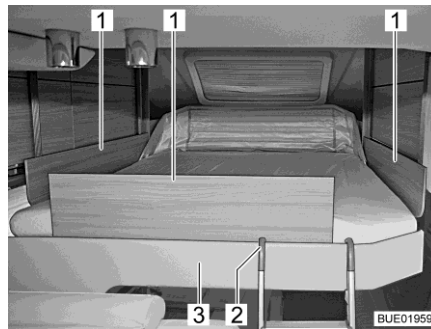

Fig. 135 Letto basculante con piastre di sicurezza
- Inserire le piastre di sicurezza (Fig. 135,1) tra il materasso e il bordo del letto (Fig. 135,3).
- Agganciare entrambe le staffe della scaletta di accesso (Fig. 135,2) al bordo del letto (Fig. 135,3).
- Sganciare la scaletta di accesso (Fig. 135,2) dal bordo del letto (Fig. 135,3).
Se non si riesce più a spostare il letto basculante con i tasti freccia (Fig. 135,2 e 8), controllare per prima cosa il fusibile Riserva 3 della centralina elettrica (vedi paragrafo 9.11.1). Se il fusibile è a posto e ciononostante non si riesce a spostare il letto basculante, è possibile muoverlo manualmente.